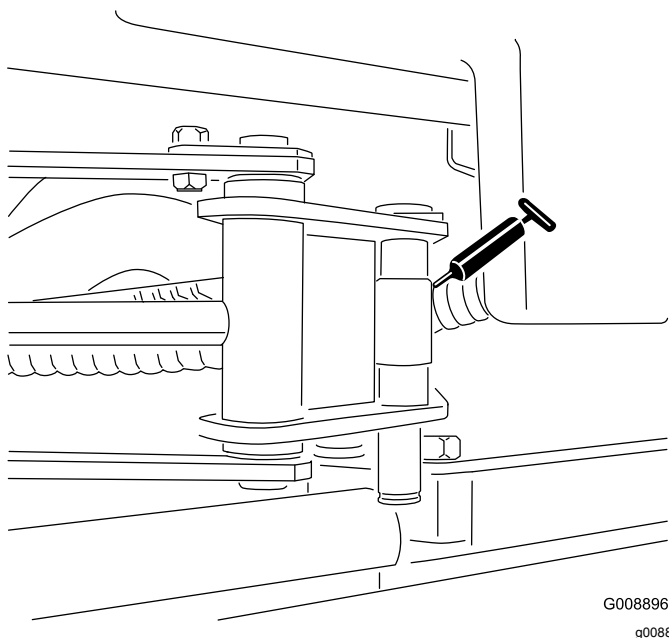

Figura 34
- 2 extremidades do cilindro sidewinder (Figura 34)